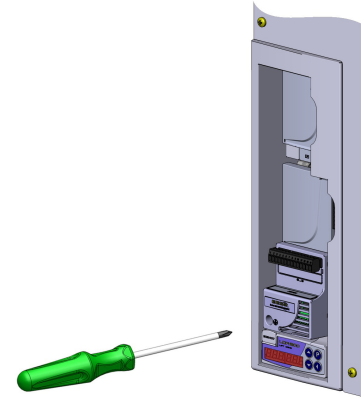

Figura 2: Fixação do parafuso de aterramento do acessório
- Conectar o acessório no slot e fixar o parafuso de aterramento do acessório ao inversor de frequência, conforme indicado pela Figura 2.